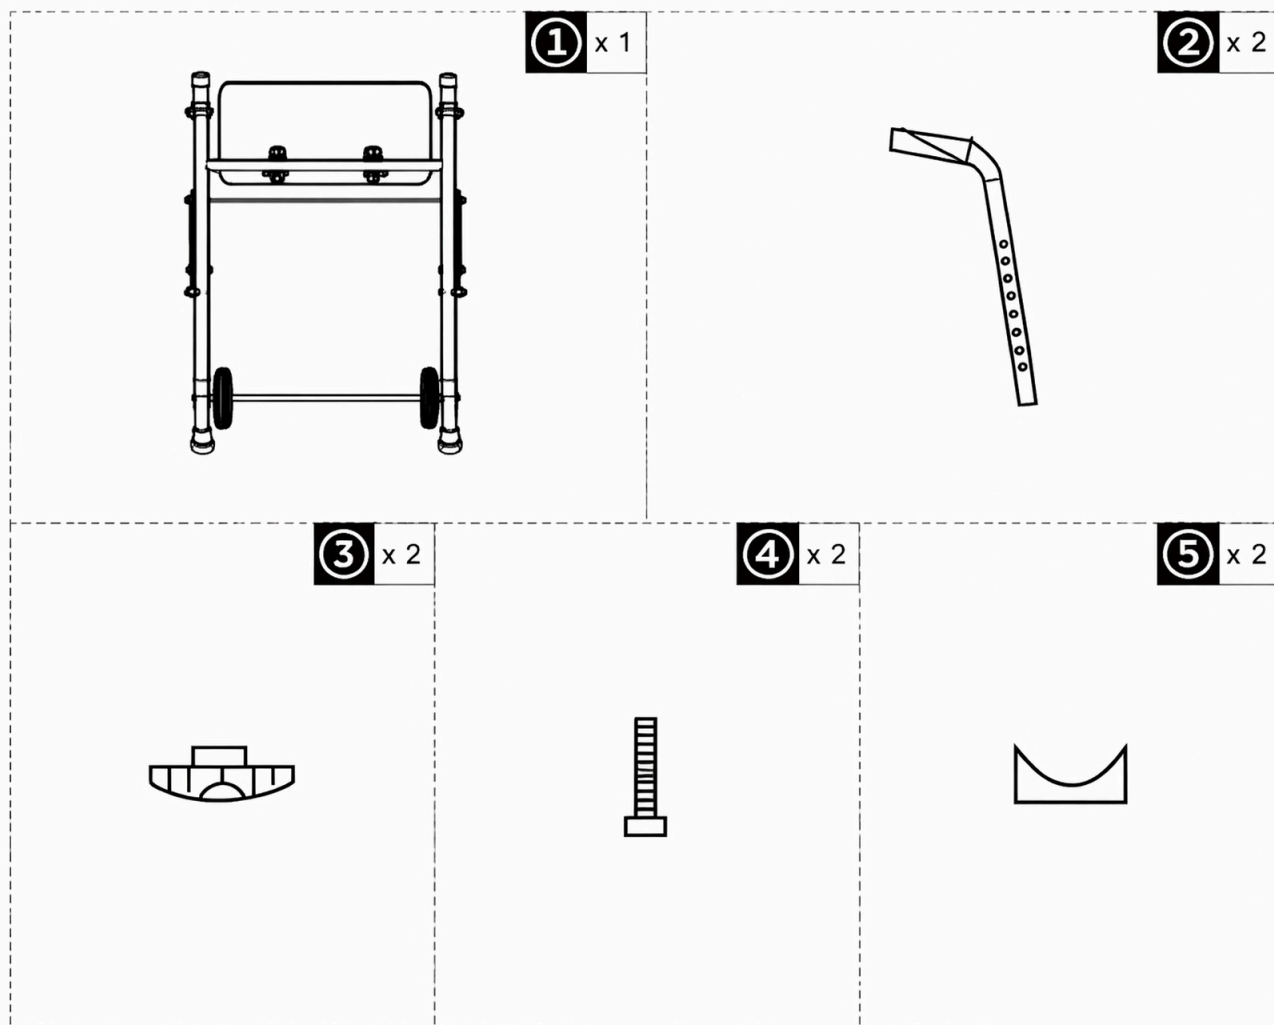

Figura 1
I. Pregătiri înainte de asamblare: După deschiderea cutiei de ambalare, utilizați o foarfecă pentru a tăia legăturile din plastic și folia cu bule. Aveți grijă să protejați toate piesele din interiorul cutiei. Dacă asamblați pe podea, așezați carton sau mochetă pe suprafață pentru a preveni zgărieturile. Identificați și organizați corespunzător toate piesele și componentele. Scoateți cartonul interior și scoateți piesele, aranjându-le ordonat. Piesele libere din cutia de ambalare sunt prezentate în Figura 1:
II. Instrucțiuni de asamblare (Vă rugăm să consultați denumirile și numerele pieselor din Figura 1):